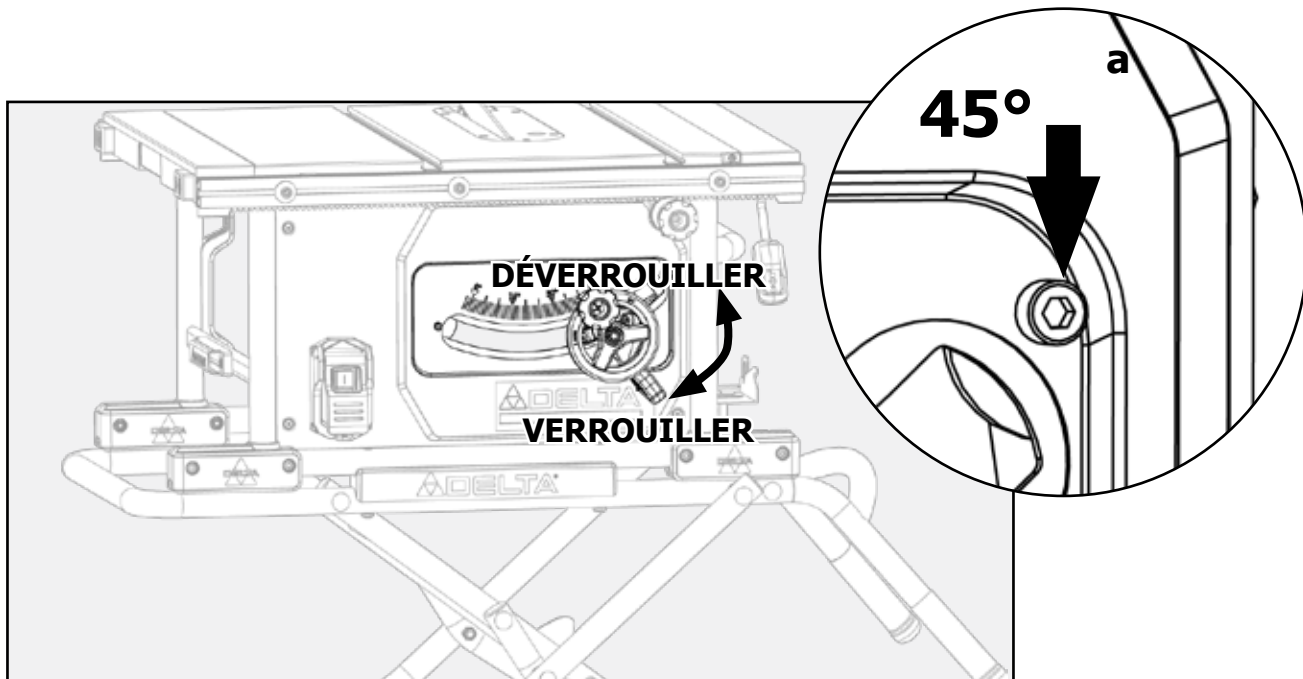

FIGURE 40
Ce parement de bois auxiliaire peut être fixé à l'avant du guide d'onglet en utilisant (2) vis M6 ou de 1/4-20 écrous à tête plate, en plaçant les écrous dans les fentes prévues dans la face du corps du guide d'onglet. Voir figure 40.
Vous pouvez utiliser la même procédure pour vérifier la butée de 45 degrés, situé à l'extrémité droite du rail de biseau maximum 45 °, juste à l'intérieur de l'ouverture du rail de biseau comme illustré aux figures 40 et 40a.